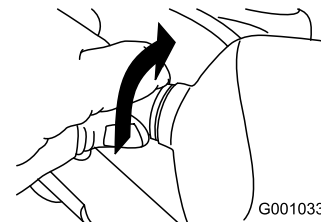

Figure 64
2. Tournez la base de l'ampoule dans le sens anti-horaire jusqu'à la butée (Figure 64).